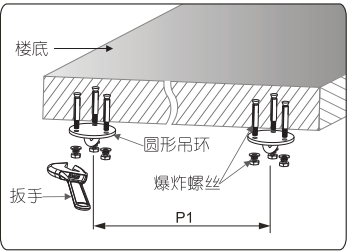

图 1
1. 根据银幕左右两挂环之间的距离P1，将圆形吊环（非配件）固定安装在楼底上（如图1）。（注意：安装B型系列银幕必须确保安装在楼底上的每个吊环最少能承受100Kg的承受力，安装A型系列银幕必须确保每个吊环最少能承受 200Kg 的承受力，以免造成银幕脱落。）